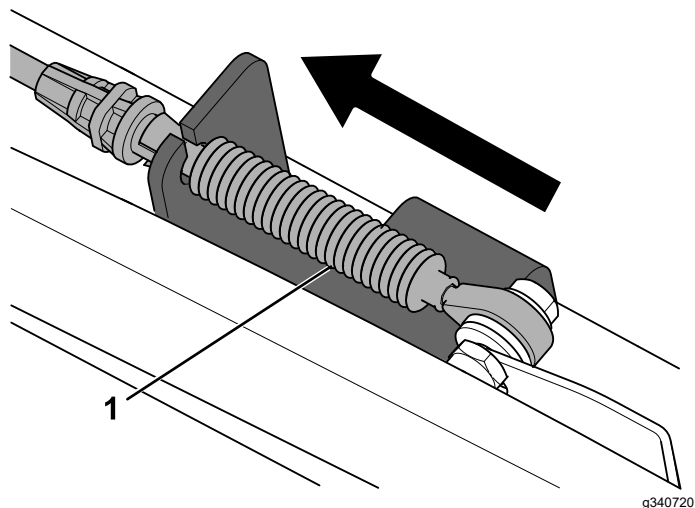

**Figure 13**
**Remarque:** Lorsque vous déposez la souffleuse à neige de la machine, retirez les fixations qui retiennent le câble sur la plaque de câble, comme montré à la Figure 13. Ne déposez pas la plaque de la tringlerie et du bras de levage.